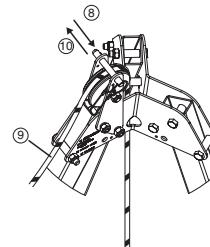

Abb. 10
8. Den Steckbolzen über der Umlenkrolle oben am Dreibaum tracpode entfernen (Abb.10, 8).
9. Das Kernmantelseil des Derope™-Geräts um die Umlenkrolle führen (Abb.10, 9).
10. Den Steckbolzen wieder anbringen, um zu verhindern, dass das Kernmantelseil von der Umlenkrolle springt (Abb. 10, 10).